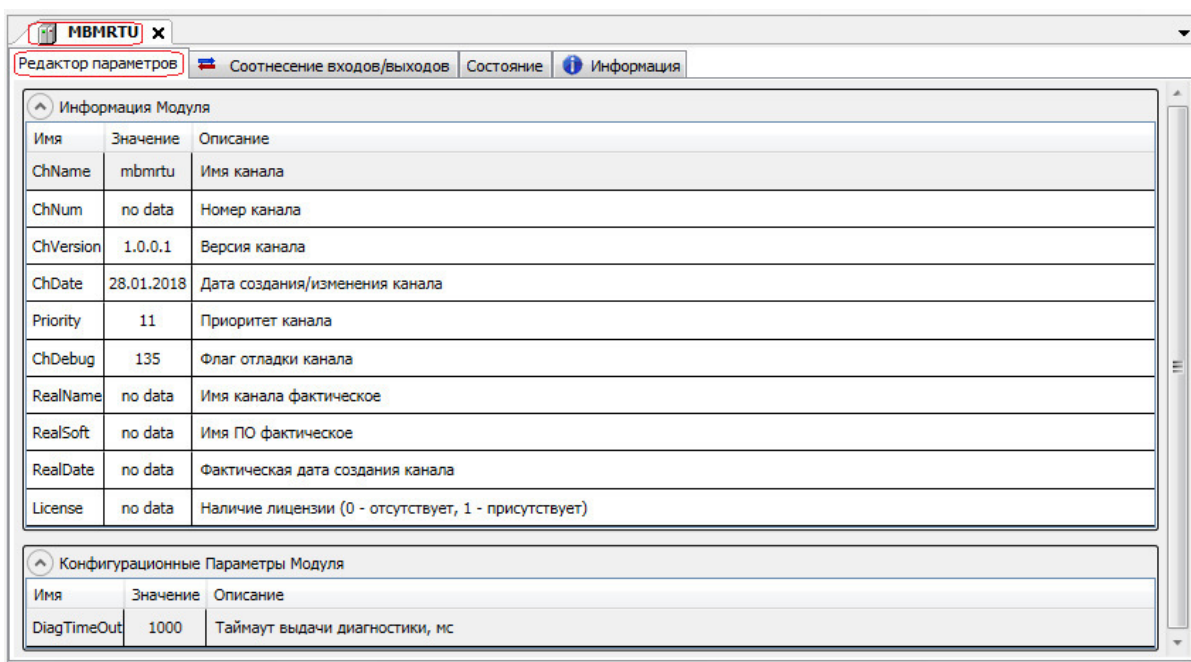

Рисунок 3.28 – Модуль **MBMRTU**. Закладка *Редактор параметров*
- 2 Перейти на закладку *Редактор параметров* (рисунок 3.28).